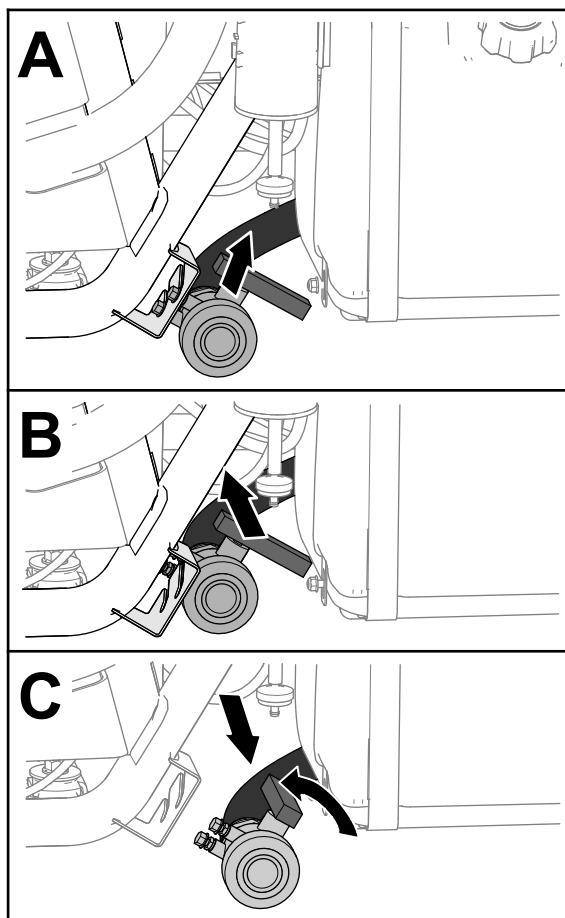

Figura 28
2. Localice la válvula de vaciado del depósito, situada en el lado izquierdo de la máquina, por delante del depósito de combustible (Figura 28).
3. Eleve la válvula y muévala hacia la parte interior, hasta que los espárragos de montaje de la válvula salgan de las ranuras en el soporte de la válvula de drenaje y mueva la válvula hacia atrás (Figura 28).
4. Alinee el extremo de la válvula con el recipiente de vaciado y gire la palanca de la válvula en sentido antihorario a la posición de abierto (Figura 28).
5. Cuando el depósito se haya vaciado por completo, gire la maneta de la válvula de vaciado a la posición de cerrado y monte la válvula en el soporte de la válvula de vaciado (Figura 28).